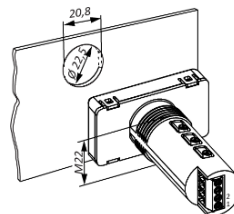

Рисунок 1 – Монтаж пристрою
1. Підготувати у щиті круглий отвір діаметром 22,5 мм (див. *рисунок 1*).